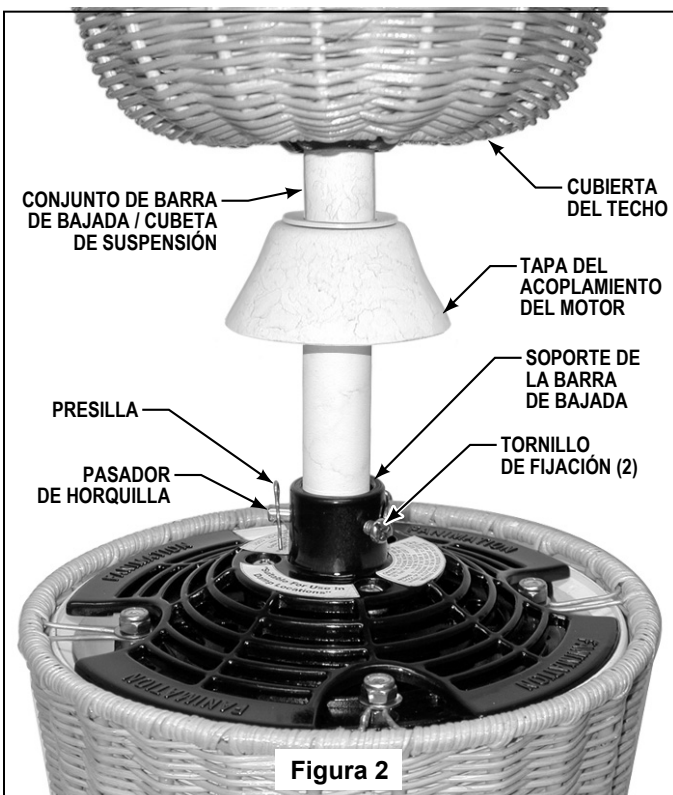

Figura 2
5. Afloje los dos tornillos de fijación en el soporte de la barra de bajada. Alinee los agujeros del pasador de horquilla de la barra de bajada con los agujeros del soporte de la barra de bajada. Instale el pasador de horquilla y sujete con la presilla (Figura 2). El pasador de horquilla debe atravesar los agujeros del soporte de la barra de bajada y los agujeros de la barra. Asegúrese de empujar la extremidad recta de la presilla por el agujero junto al extremo del pasador de horquilla hasta que la parte curvada de la presilla encaje alrededor del pasador de horquilla. La presilla debe estar bien instalada para impedir que se afloje el pasador de horquilla. Tire de la cubeta de suspensión para asegurarse de que el pasador de horquilla esté bien instalado.
6. Al tirar hacia arriba de la cubeta de suspensión, apriete bien los dos tornillos de fijación de 3/16-24 x 3/8" en el soporte de la barra de bajada (Figura 2).